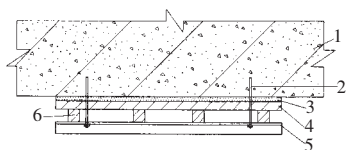

图 1 柱钢板粘贴大样图
(1) 暗柱粘钢:选用 100 mm 宽的 3 mm 厚钢板,搭接长度为 200 t ( $t$  为钢板厚度),采用膨胀螺栓和 L75×8 角钢固定。先在钢板上打孔,再将其粘在柱上。根据钢板上孔的位置在柱上标出相应位置,然后在柱上打孔,再把角钢锚在钢板上并留出 15 mm 的间隙,用事先准备的木楔从左右两边对称楔入角钢与钢板的缝隙内,使钢板紧紧贴在混凝土柱上(图 1)。